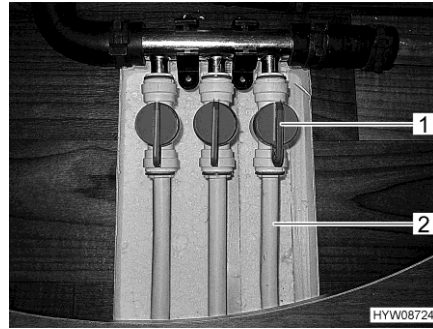

Bild 133 Tillförselventiler (golvvärme)
- Ställ in handtaget (Bild 133,1) på tillöppsventilen den önskade värmeslingan (Bild 133,2) parallellt med värmeledningen. Den här golvvärmeslingan arbetar nu med maximal effekt.
- Ställ handtaget (Bild 133,1) på tillöppsventilen till den önskade värmeslingan (Bild 133,2) i valfritt läge. Värmeeffekten för slingan kan på det här sättet regleras steglöst.
- Ställ in handtaget (Bild 133,1) på tillöppsventilen till den önskade värmeslingan (Bild 133,2) vinkelrät med värmeledningen. Den här golvvärmeslingan är nu urkopplad.